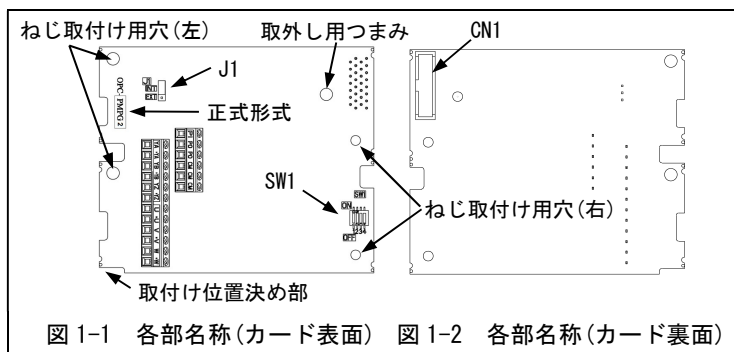

図 1-1 各部名称(カード表面) 図 1-2 各部名称(カード裏面)
- (1) PG インタフェースカードおよび、ねじ (M3×8 : 4 本) が入っていることを確認してください。
- (2) PG インタフェースカード上の部品の異常、凹み、反りなど輸送時での破損がないことを確認してください。
- (3) PG インタフェースカード上に形式「OPC-PMPG2」が印刷されていることを確認してください。(図 1-1)
注意 PG インタフェースカードの取付け位置決め部 (図 1-1) がツメ (図 2-2①) にセットされ、CN1 (図 2-3②) が確実に差し込まれていることを確認してください。図 2-3 は取付け完了を示します。本インタフェースカードは C-Port 以外に取り付けられないでください。接続すると破損する可能性があります。
- (3) PG インタフェースカードの配線を行います。